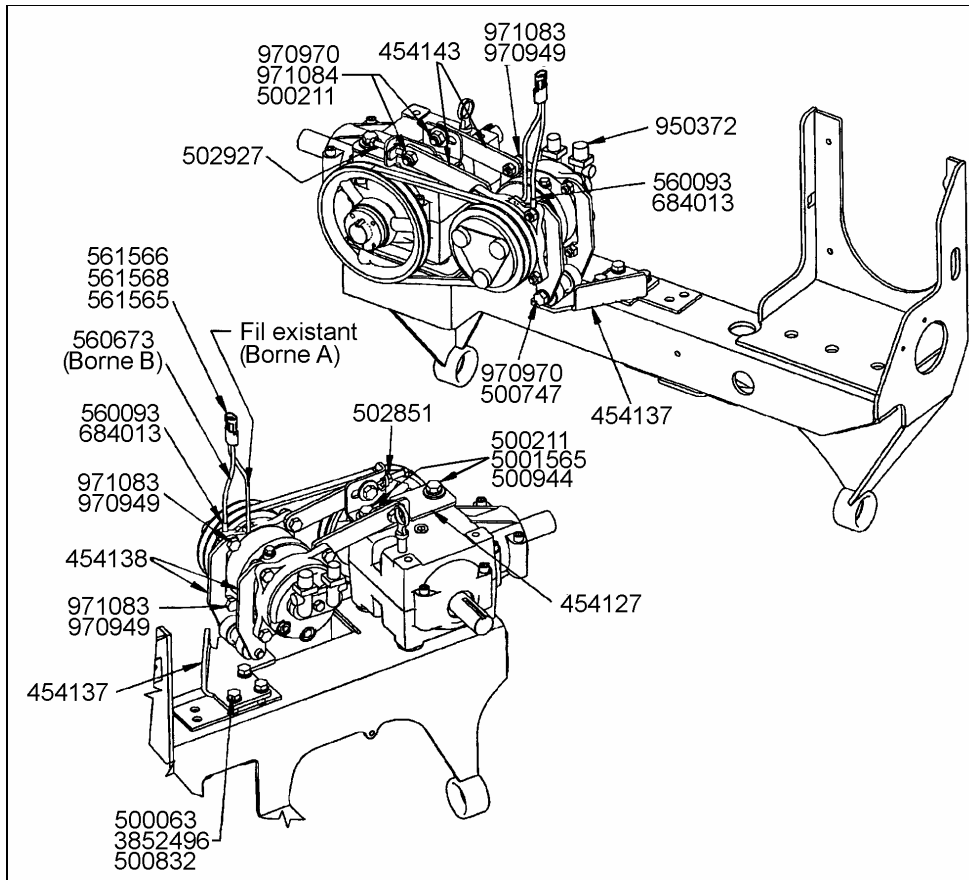

FIGURE 2 : INSTALLATION DU COMPRESSEUR
13. Installer les fils électriques du compresseur et les connecter avec le montage du compresseur (voir la figure 2). En raison de la longueur des fils, il se peut que les manostats haute pression doivent être inversés. Si les fils sont mal connectés, le ventilateur passera immédiatement en haute vitesse au démarrage.